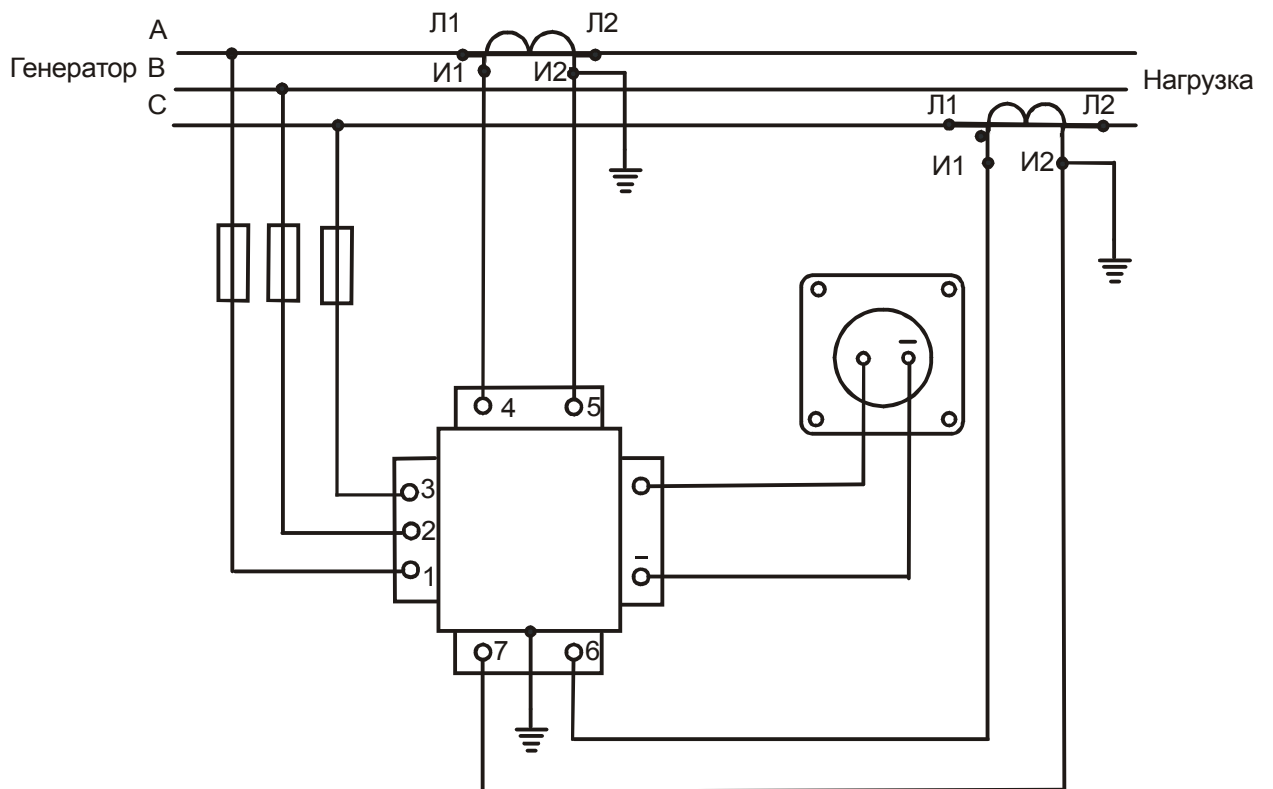

Рис.6. Схема электрическая подключения ваттметра к сети через измерительные трансформаторы тока
4.5.7 Ваттметры и варметры подключайте к сети согласно схеме, приведенной на рис.6–9.